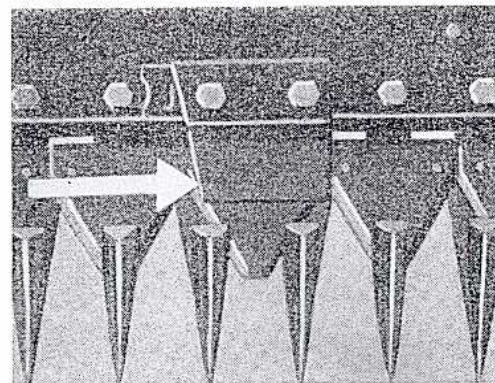

Fig. 8
4. På stenet jord, løft knivbjelken litt (16) ved hjelp av sliteskoene (26) slik at kniven ikke ligger tett ned mot jorden.
5. Smør underlagene og styreplatene for kniven (fig. 8) hver halvtime.